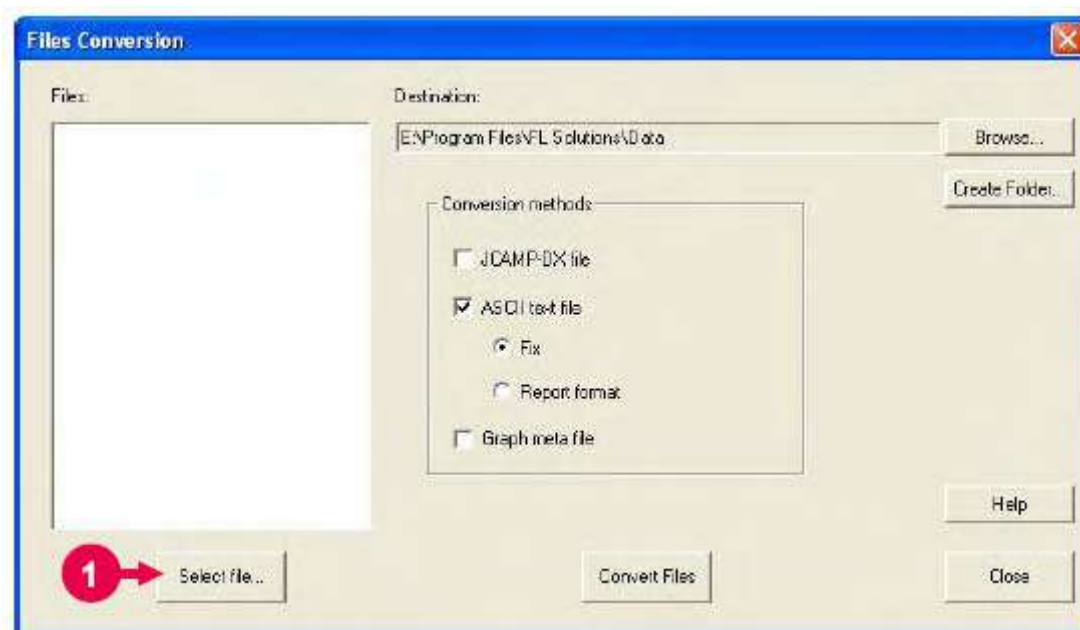
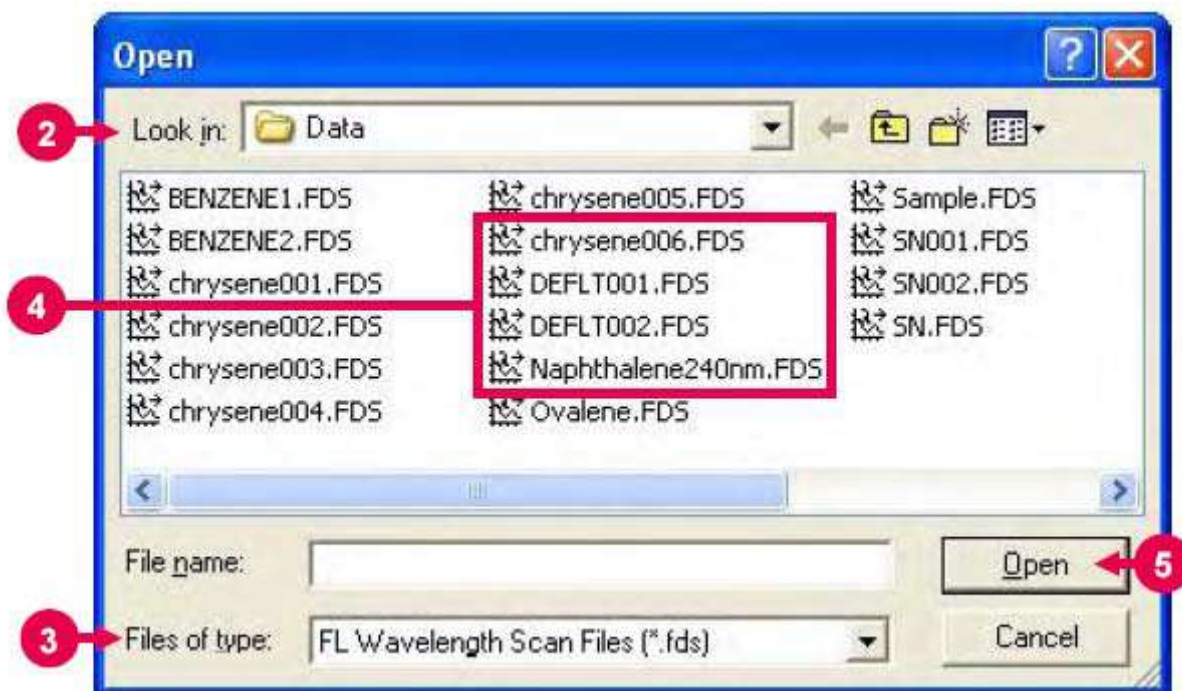
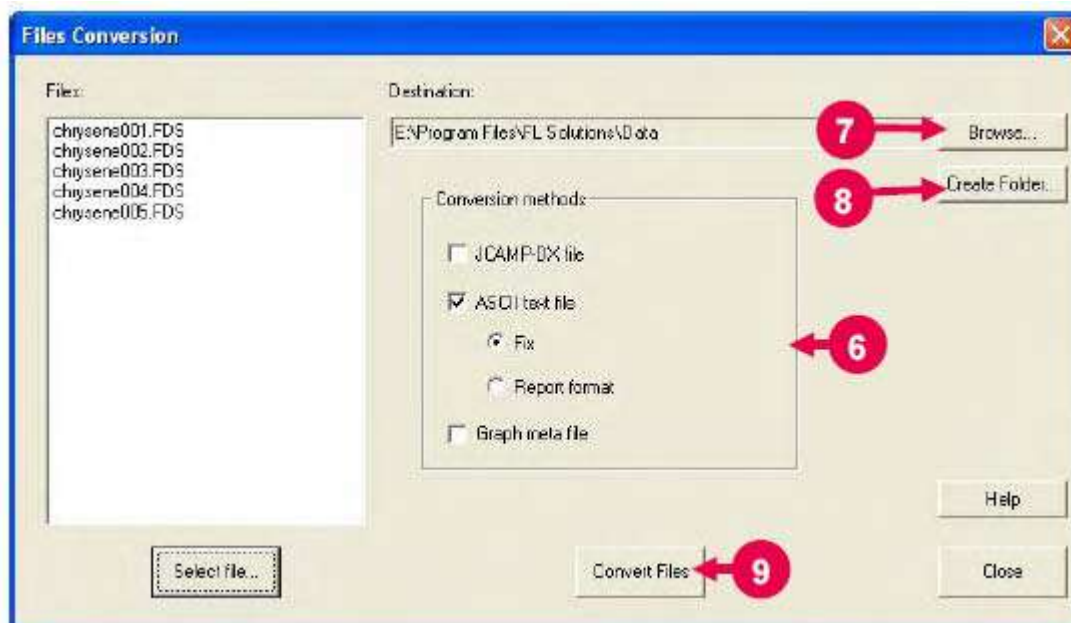
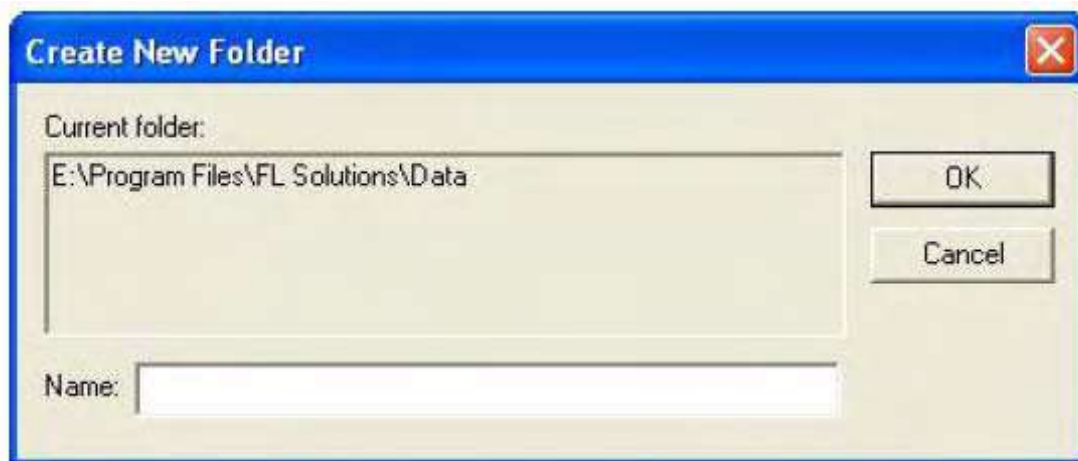

Рис. 8-26
Рис. 8-27
Рис. 8-28
Рис. 8-30
- (1) Выберите команду «Преобразование файлов» (Files Conversion) из меню «Файл». Появится окно, как показано на рис. 8-26.
(2) Нажмите кнопку «Выбрать файл». (Смотрите (1) на рис. 8-26). Появится окно, как показано на рис. 8-27.
(3) Выберите папку, которая содержит файлы, подлежащие преобразованию. (Смотрите (2) на рис. 8-27).
(4) В поле «Тип файла» выберите тип файла. (Смотрите (3) на рис. 8-27).
(5) Выберите файлы. (Смотрите (4) на рис. 8-27). Для выбора нескольких файлов, существует два метода.
(6) После завершения выбора, нажмите кнопку «Открыть» (Смотрите (5) на рис. 8-27.). Появится окно «Преобразование файлов». Выбранные файлы появятся в списке, как показано на рис. 8-28.
(7) В поле «Методы преобразования» (Conversion method) выберите формат файла, который будет получен после преобразования. (Смотрите (6) на рис. 8-28). Для одновременного преобразования, можно выбрать два или более формата.
Если папка отсутствует, нажмите кнопку «Создать папку» (Create Folder), при этом появится диалоговое окно «Создать новую папку», показанное на рис. 8-30 (смотрите (8) на рис. 8-28). Введите имя папки и нажмите кнопку «ОК». При этом будет создана новая папка.
(9) Для преобразования файла, нажмите кнопку «Преобразование файлов» (смотрите (9) на рис. 8-28)